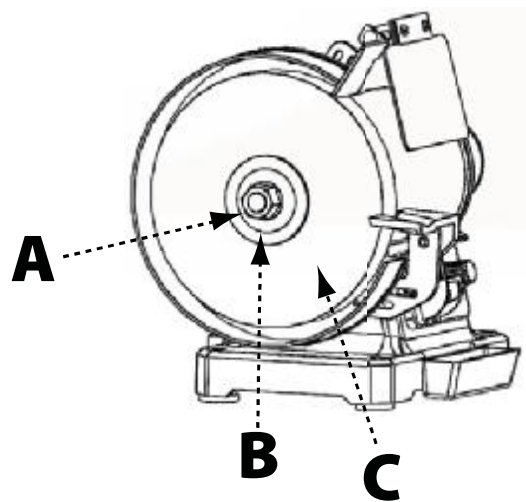

FIGURE 9
1. Retirez les (3) vis qui fixent la paroi extérieure du garde-meule au châssis de l'outil.
3. À l'aide d'une clé appropriée, tournez l'écrou de l'arbre (A) tout en utilisant l'autre main pour empêcher la meule de bouger. Desserrez l'écrou de l'arbre.
4. Retirez l'écrou de l'arbre (A), la flasque de la meule (B) et la vieille meule (C), comme illustré à la Figure 9.